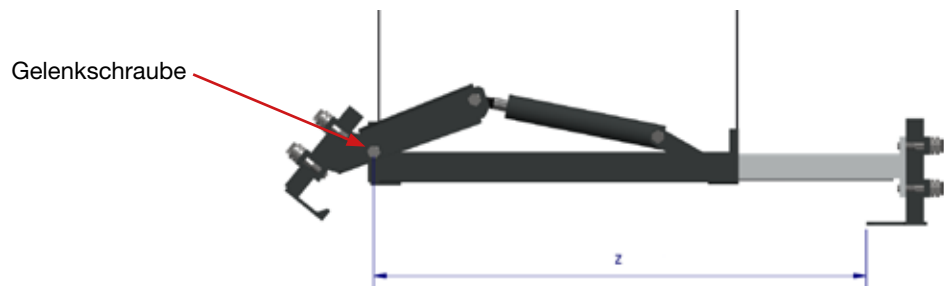

Abb. 15. Einstellung der Greifweite: Maß am Greifarm einstellen
7. Das gemessene Maß „Z“ auf einen Greifarm übertragen (s. Abb. 15): Gemessen wird von der Vorderkante der starren Backenseite bis zur Mitte der Gelenkschraube.